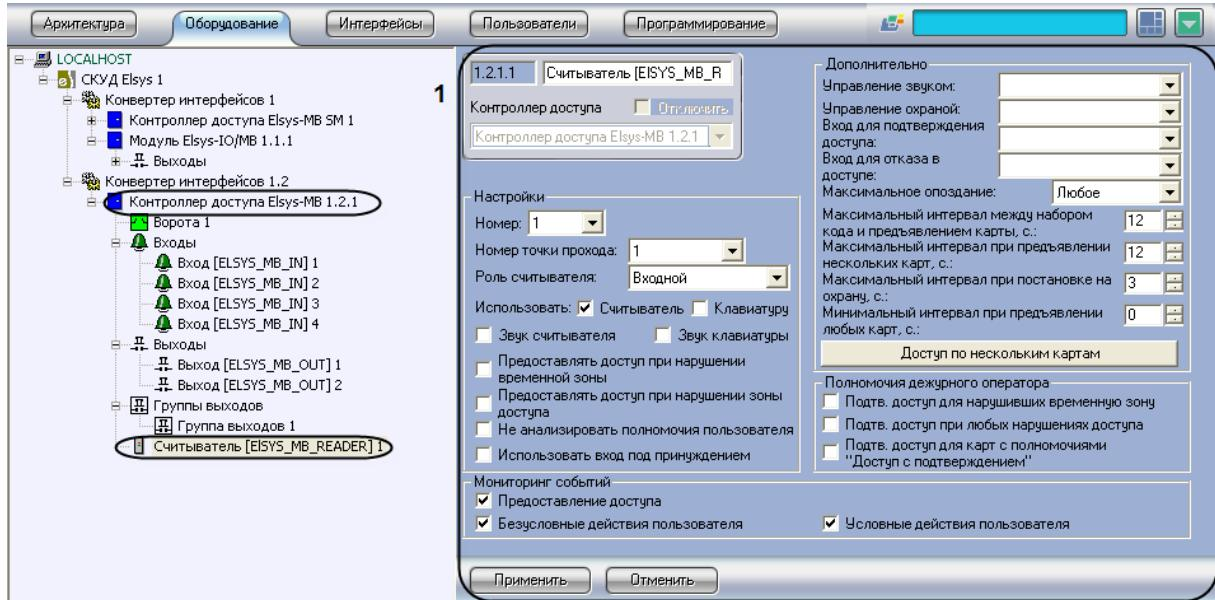

Рис. 3.4-21 Создание объекта Считыватель
- Создать на базе объекта Контроллер доступа Elsys-MB объект Считыватель (Рис. 3.4-21).
- Перейти на панель настроек объекта Считыватель (см. Рис. 3.4-21, 1).